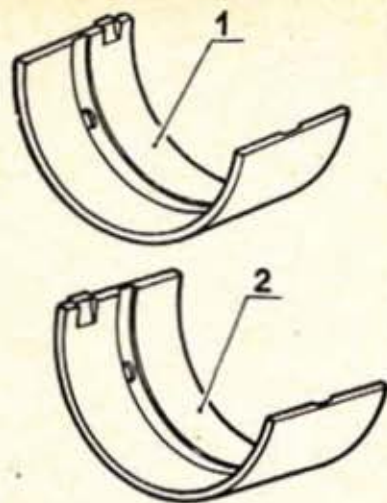

Fig. 36. — Identification des coussinets de palier milieu 1^{er} (1) et 2^e (2) montages
- Récupérer les demi-coussinets de chapeaux (la fig. 36 permet d'identifier les coussinets milieu des 1^{er} (1) et 2^e (2) montages).